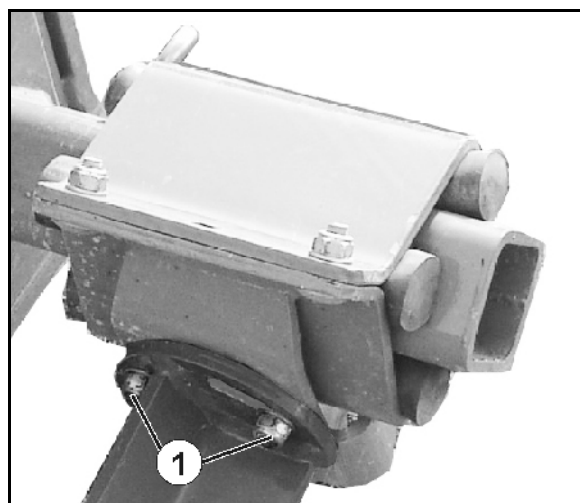

Fig. 51
2. Løsne de tre skruforbindelsene (Fig. 51/1).